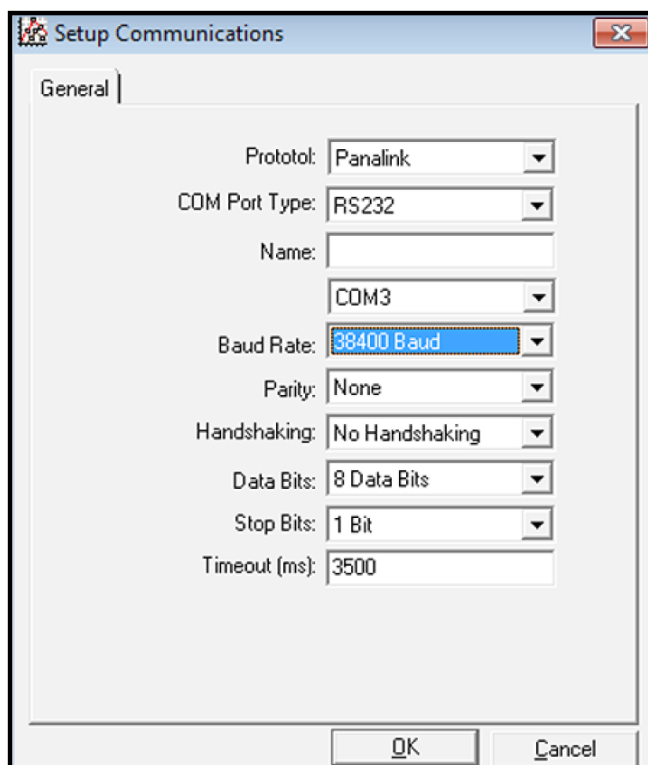

Рис. 3: Окно Setup Communications (настройка связи)
3. Выберите опцию *New Communications Port* (новый порт связи) для открытия окна, похожего на рис. 3 ниже.